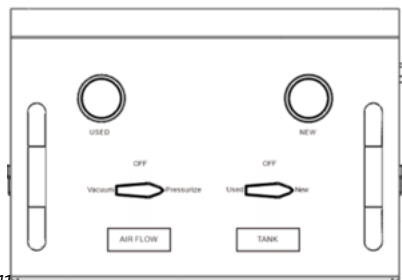

Fig. 11.
2. Sul pannello girare la valvola sinistra "AIR FLOW" in posizione "Pressurize" (pressurizzazione), la valvola destra "TANK" (serbatoio) in posizione "New" (nuovo) (Fig. 11), aprire le valvole di entrambi i tubi (Fig. 12), quindi aprire la valvola dell'aria dell'officina per avviare lo scambio di refrigerante (durante il processo, è possibile girare la valvola sinistra "AIR FLOW" (flusso d'aria) su "Vacuum" (vuoto) e la valvola destra "TANK" (serbatoio) su "Used" (usato) per